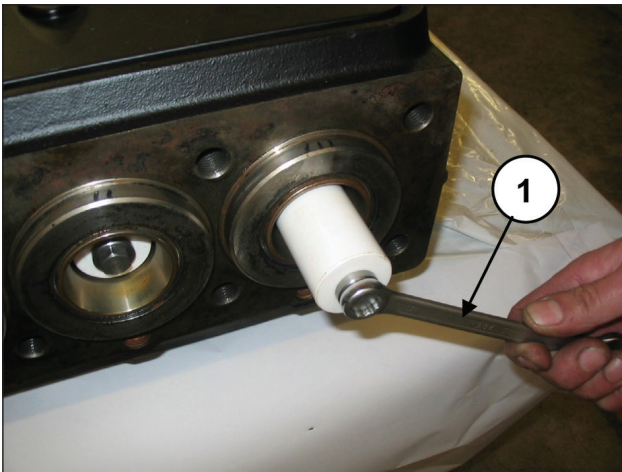

Abb. 156
Demontieren Sie die Kolben durch Abdrehen der Befestigungsschrauben (Pos. ①, Abb. 156).